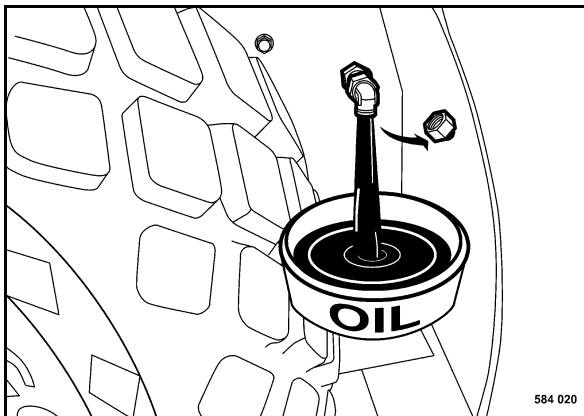

Fig. 121
- Desenroscar el tapón de descarga (Fig. 121) y recoger el aceite saliendo.